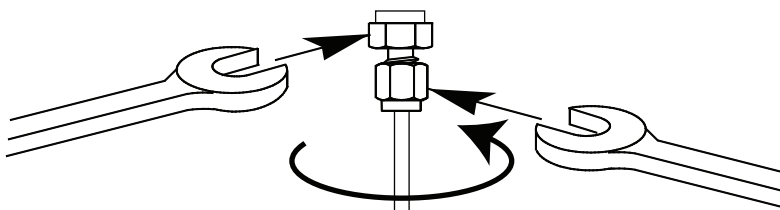

図 21 最終の締め付け
- 9 1/8 インチ (3.175 mm) Swagelok フィッティングには、スパナを 2 本使用し、フィッティングを 3/4 回転締めます (図 21 を参照)。